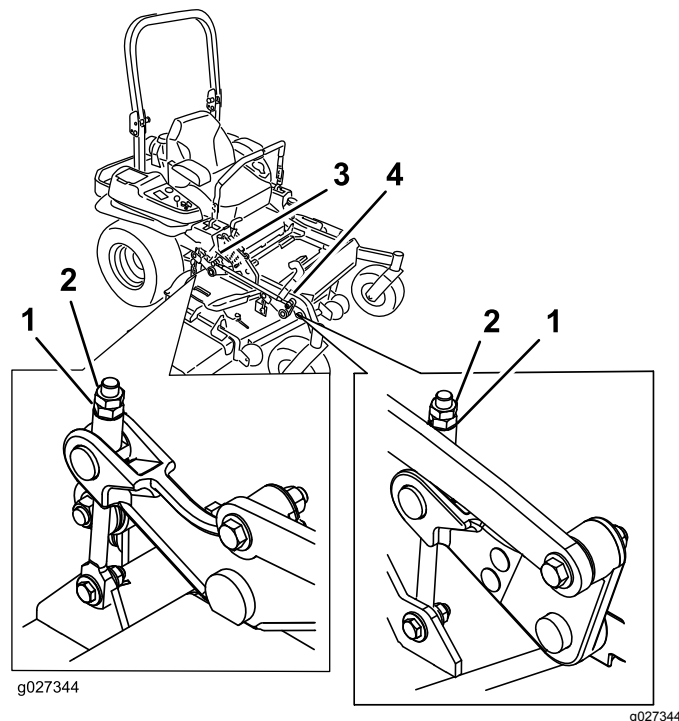

Figure 87
10. Pour les tabliers de coupe montrés à la Figure 87, ajustez précisément le serrage de l'écrou de réglage sur l'ensemble de relevage du tablier avant.